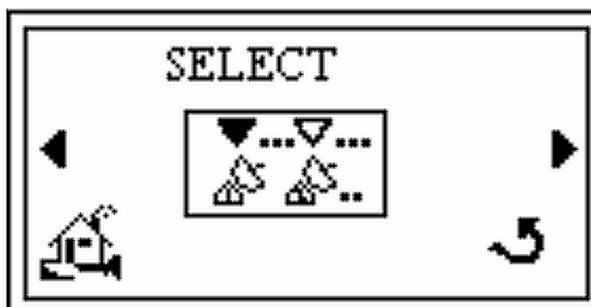

Figura 2-21 Schermata Select (Selezione)
4. Premere **Enter** (Invio) per visualizzare la schermata *Select* (Selezione) (Figura 2-21).